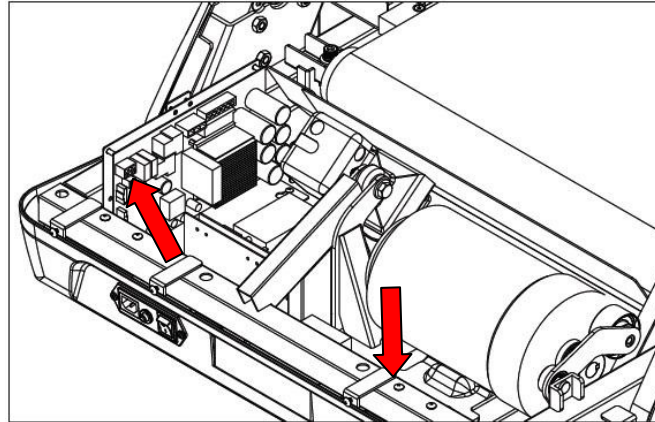

Abb. 4.7.5
- 4) Wie in Abb. 4.7.5 dargestellt, ersetzen Sie den Steigungsmotor und verbinden Sie anschließend wieder alle Kabel.